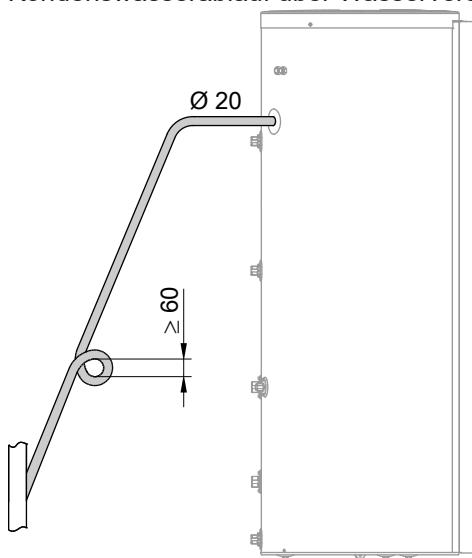

Abb. 18
2. ■ Kondenswasserschlauch als Stauschleife verlegen und mit stetigem Gefälle und Rohrbelüftung an das Abwassersystem anschließen: Siehe Abb. 18.